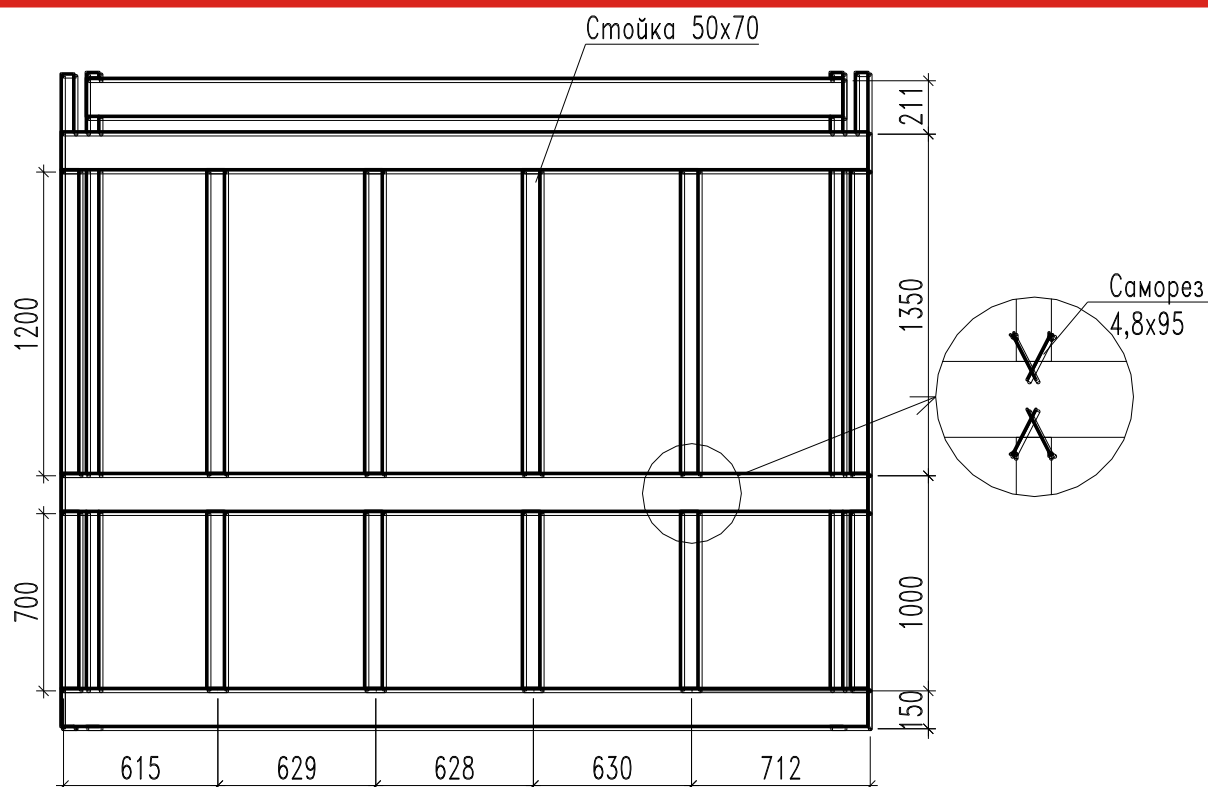

рис. 18 – Схема обшивки задней стенки гаража.
- 3) Нарезать из досок 50x70 (50x75) промежуточные стойки и закрепить, как показано на рис. 18. Крепить саморезами 4,8x95 по 4 шт. на соединение, как показано на рис.18.
рис. 18а – Схема обшивки задней стенки гаража - 3D модель.